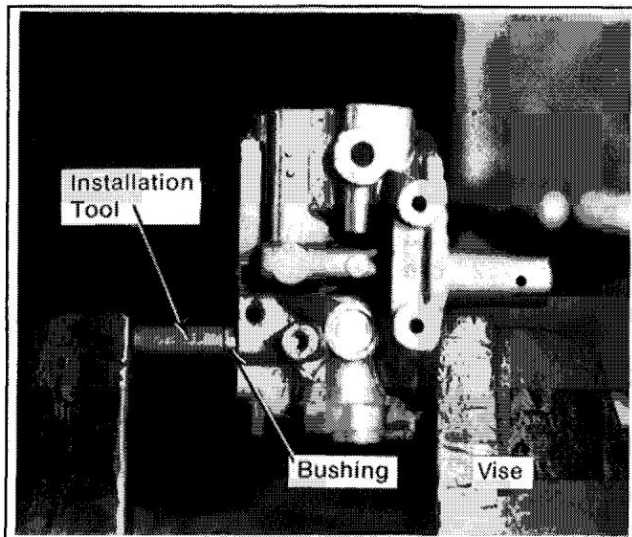

Figure 6-11. Installation de la bague d'arbre de papillon.
3. Enduisez la surface extérieure de l'arbre du papillon douille avec Loctite du kit. Glissez la bague sur l'arbre. À l'aide d'un étau et de l'outil d'installation du kit, enfoncez la bague dans le lamage jusqu'à ce qu'elle touche le corps du carburateur. Reportez-vous à la Figure 6-11.